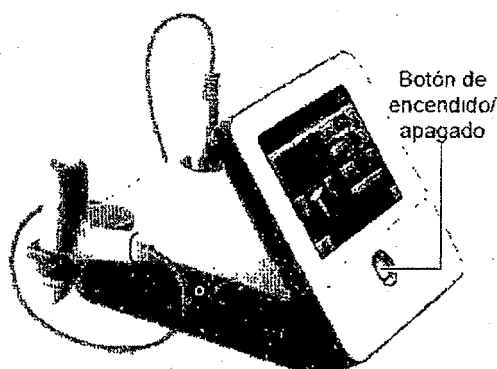

Figura 5-1. Botón de encendido/apagado
3. En la parte delantera de la consola del sistema, pulse el botón de encendido/apagado, como se muestra en la Figura 5-1.